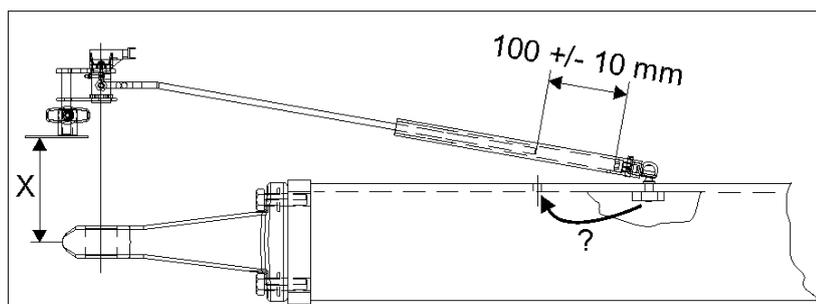

図 133
- 連結点と回転角度エンコーダー (図 133/ X) の間隔は、できる限り少なくしてください (特にヒッチ型牽引バーの場合)。